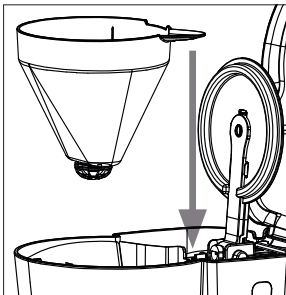

Abb. 1
- 3) Setzen Sie, falls noch nicht geschehen, den Filterhalter 11 so in die Filterhalteraufnahme 9, dass der Griff durch die Aussparung in Richtung Wassertank 10 ragt (siehe Abb. 1):